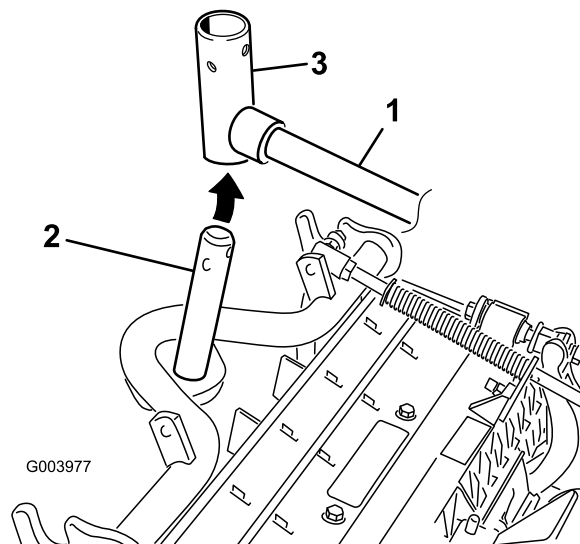

図 10
8. フロントに取り付けるカuttingユニットは、昇降アームの下に入れるときにキャリア・フレームのシャフトを立てて昇降アームのピボット・ヨークに挿入する (図 10)。
- B. 昇降アームのヨークをキャリア・フレームのシャフトに通す (図 10)。